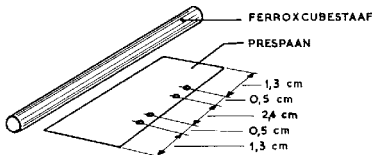

Fig. B34
25. Van één van de stukjes prespaan maken we eerst een spoelvormpje. Prik met de punt van een schaar of met een stopnaald vier gaatjes in het prespaan, op de afstanden die in fig. B34 zijn aangegeven. Buig daarna het stukje tot een kokertje om de staaf heen (fig. B35).